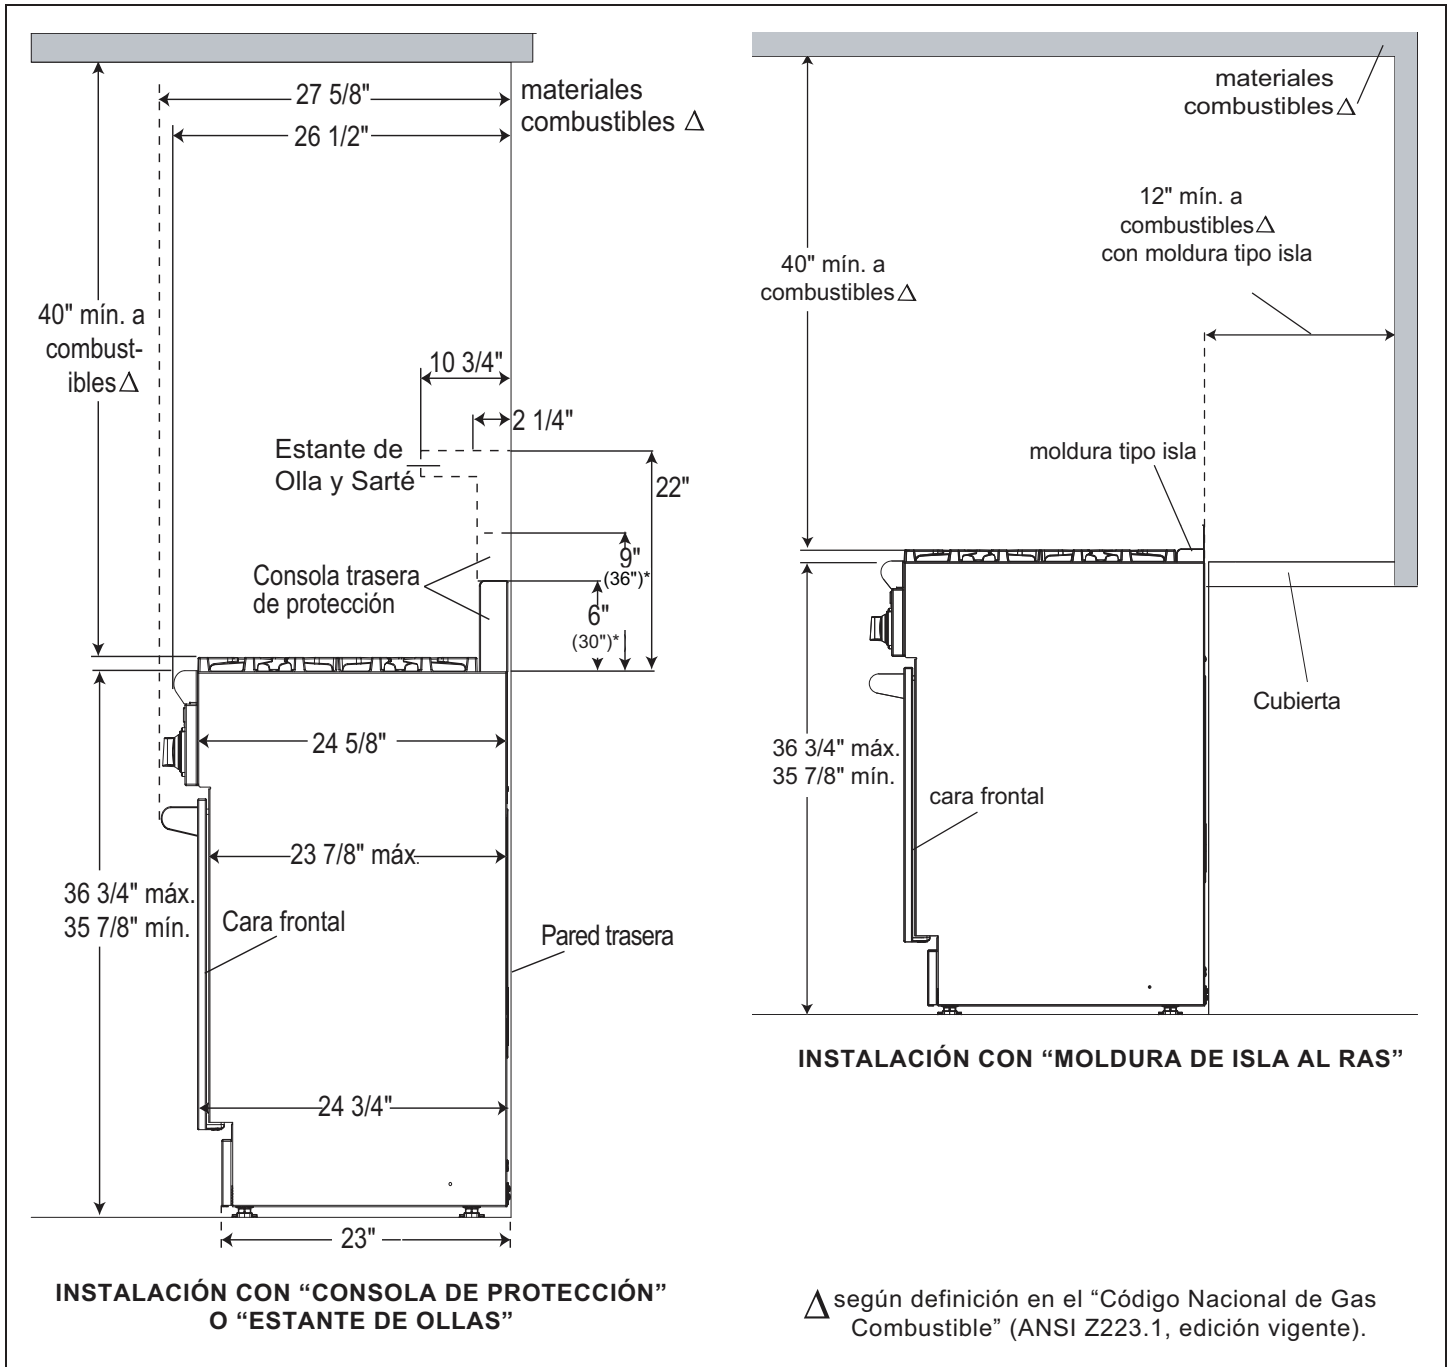

Figura 2: Vista lateral
2. Se pueden empotrar estas estufas en los gabinetes más allá del borde de la cara delantera del horno (Vea Figura 2).
5. Cuando hay menos de 12" de espacio horizontal libre entre el material combustible y el borde trasero de la estufa arriba de la superficie de cocinar, se debe instalar una consola trasera de protección baja o una bandeja para ollas de Thermador. (Vea Figura 2). Cuando el espacio horizontal libre al material combustible  $\Delta$  es mayor a 12" (30cm), se puede usar una moldura de isla al ras de Thermador. La Figura 2 indican el espacio necesario para cada tipo de consola trasera.
8. La separación mínima de la (10) pulgadas es necesaria cuando la estufa está instalada al lado de una pared combustible.
- La estufa tiene un peso aproximado de embarque como se muestra en la Tabla A. Se necesita quitar las rejillas, la bandeja de la plancha y el bastidor, las tapas de los quemadores, el panel delantero para los pies y las rejillas del horno para facilitar el manejo. Esto reduce el peso como se muestra en la Tabla A. Vea Figura 2 en la página 7. **No quite el conjunto de la plancha.**